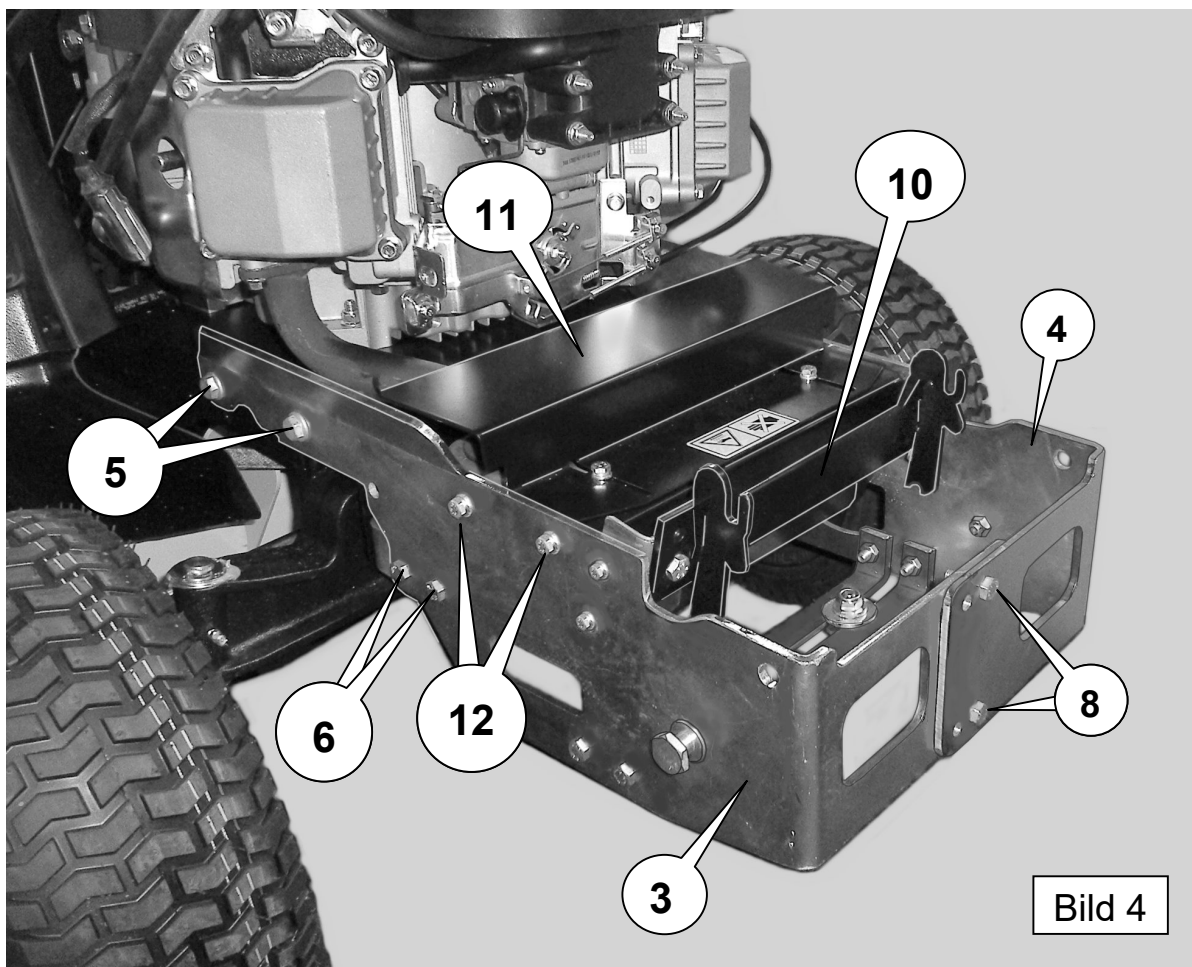

Bild 4
**3.5** Die **Seitenteile** des Anbaurahmens (Pos. 3 und 4) werden im hinteren Bereich mit den Bundschrauben befestigt, die vorher die Stoßstange gehalten haben. (Bild 4, Pos. 5) Dann stecken Sie in den Punkten 6, von außen Sechskantschrauben M8x25 durch die Seitenteile. Von innen am Winkel montieren Sie Scheiben und **Ganzmetall**-Stoppmuttern (wegen der Schalldämpfer-Hitze).
Vorn werden die beiden Seitenteile an der Überlappung (Bild 4; Pos. 8) mit Sechskantschrauben M8x25, je einer Scheibe innen und außen und einer Stoppmutter M8 auf der Innenseite verbunden.
**3.8** Der **Haubenhalter** (Abb. 4) aus dem Beipack wird als Nächstes von vorn an die Winkel der Seitenteile gelegt. Montieren Sie Schrauben M8x20 mit einfachen Scheiben (von vorn) durch die unteren Bohrungen in der Haubenlagerung und legen Sie große Scheiben Ø8,5 auf die Langlöcher der Winkel, bevor Sie mit Stoppmuttern M8 abschließen. Ziehen Sie die Haubenlagerung ganz nach oben.
**3.9** Schließlich muss die **Schalldämpfer-Abdeckung** wieder eingebaut werden. Bild 4, Pos.11 Auch sie findet sich an der Stoßstangenbaugruppe. Befestigt wird die Abdeckung an den Seitenteilen gem. Bild 4 in den Bohrungen Pos. 12, mit den originalen Schrauben, Scheiben, Federringen.
**Achtung:** Original ist die Abdeckung seitlich in den unteren Gewindelöchern befestigt, jetzt verwenden Sie die Oberen. Wenn die Abdeckung montiert ist, sollte es so wie in Bild 4 aussehen.